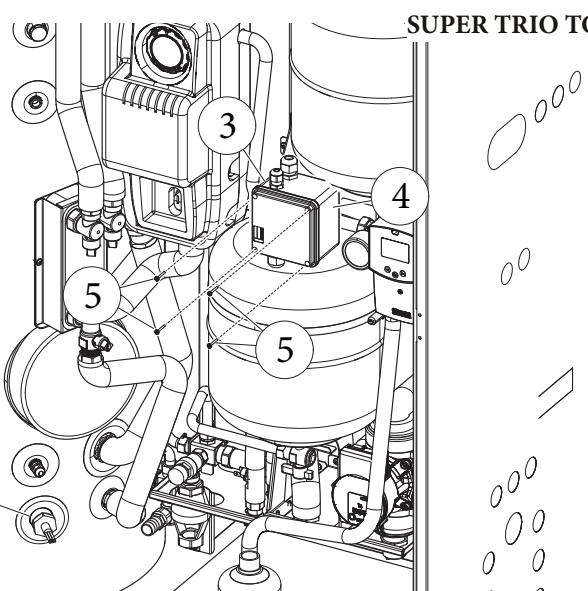

Fig. 8
- Chiudere il coperchio (4) della scatola allacciamento tramite le 4 viti (5) svitate in precedenza (Fig. 8).
- Close the cover (4) of the connection box by means of the 4 previously unscrewed screws (5) (Fig. 8).